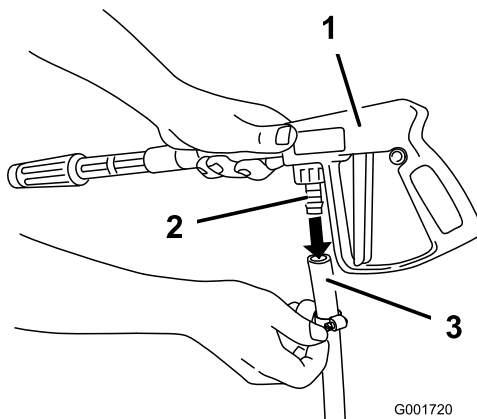

Figure 57
2. Connectez l'extrémité libre du long flexible au raccord du pistolet pulvérisateur (Figure 57).